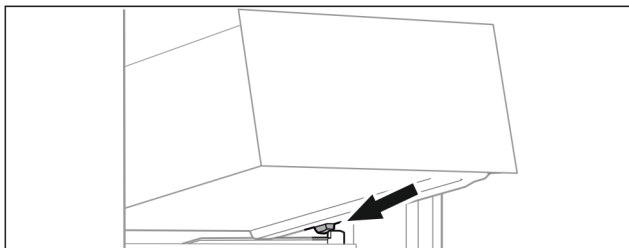

Fig. 114
- Stavite ladicu ukoso iza zaustavljača na žlijeb spremnika. (pogledajte Fig. 114)